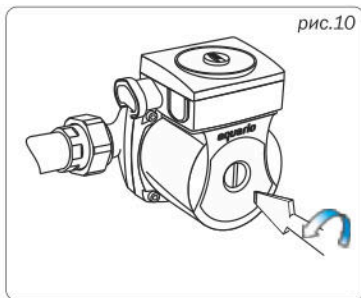

рис.10
- Выкрутить пробку для удаления воздуха из насоса (рис.10);